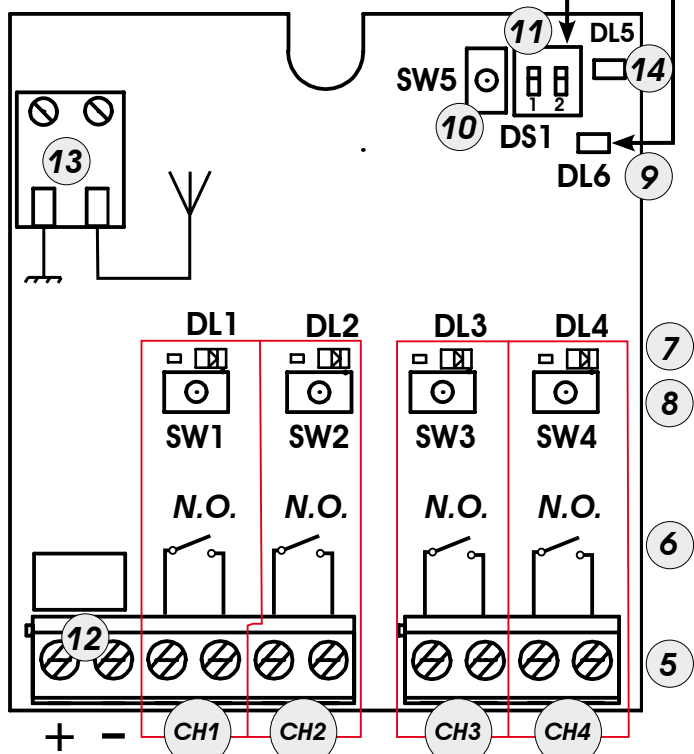

Abb.1
- 2) Die Taste auf dem Empfänger (Abb. 1 Bez. ⑧) für den Kanal, der mit der Funksteuerung kombiniert werden soll, 1 Sekunde lang drücken.
- 3) Die entsprechende LED am Empfänger (Abb. 1 Bez. ⑦) beginnt 5 Sekunden lang langsam zu blinken.
- 5) Die LED (Abb. 1 Bez. ⑦) am Empfänger leuchtet mit Dauerlicht 1 Sekunde lang auf und erlischt dann als Zeichen für die erfolgte Einspeicherung.
- 5) Die entsprechende LED am Empfänger (Abb. 1 Bez. ⑦) beginnt 5 Sekunden lang langsam zu blinken.
- 7) Die LED auf der Karte (Abb. 1 Bez. ⑦) leuchtet mit Dauerlicht 1 Sekunde lang auf und erlischt dann als Zeichen für die erfolgte Einspeicherung.
- 1) Die Taste auf dem Empfänger (Abb. 1 Bez. ⑧) für den Kanal, der mit der Funksteuerung kombiniert werden soll, 1 Sekunde lang drücken.
- 2) Die entsprechende LED am Empfänger (Abb. 1 Bez. ⑦) beginnt 5 Sekunden lang langsam zu blinken.
- 4) Die LED am Empfänger (Abb. 1 Bez. ⑦) leuchtet 1 Sekunde lang mit Dauerlicht auf und erlischt dann als Zeichen für die erfolgte Einspeicherung. Dann blinkt sie weitere 5 Sekunden lang und während dieser Zeit kann eine weitere Funksteuerung eingespeichert werden.
- b) Die Tasten P1 und P2 gleichzeitig so lange drücken, bis das Blinklicht der LED (Abb. 1 Bez. ⑦) auf der Empfängerkarte aufleuchtet.
- f) Die LED (Abb. 1 Bez. ⑦) leuchtet mit Dauerlicht 2 Sekunden lang auf als Zeichen für die erfolgte Einspeicherung. Dann blinkt sie weitere 5 Sekunden lang und während dieser Zeit kann der Vorgang ab Punkt "e" für weitere Fernbedienungen wiederholt werden. Am Ende des Vorgangs erlischt die LED.
- 1) Um **ALLE** Codes der mit den Kanälen 1-2 oder 3-4 kombinierten Funksteuerungen zu löschen, die entsprechende Taste (Abb. 1 Bez. ⑧) 10 Sekunden lang drücken.
- 2) Die der gedrückten Taste entsprechende LED (Abb. 1 Bez. ⑦) blinkt in den ersten 5 Sekunden langsam und in den nächsten 5 Sekunden schneller.
Für die Zeitprogrammierung ist in erster Linie über den Dip-Switch 2 der Zeittakt auszuwählen, nach dem die Karte zählt (siehe Tabelle Abb. 1). Dann die Taste SW5 (Abb. 1 Bez. ⑩) bis zur gewünschten Zeit drücken. Bei jedem Tastendruck leuchtet die LED DL6 kurz auf. 5 Sekunden lang abwarten, ohne eine Taste zu drücken, bis die LED DL6 3 Sekunden lang mit Dauerlicht aufleuchtet. (Beenden der Programmierung)-
2) Die Taste SW5 (Abb. 1 Bez. ⑩) 10 Mal drücken.
2) Die Taste SW5 (Abb. 1 Bez. ⑩) 20 Mal drücken.